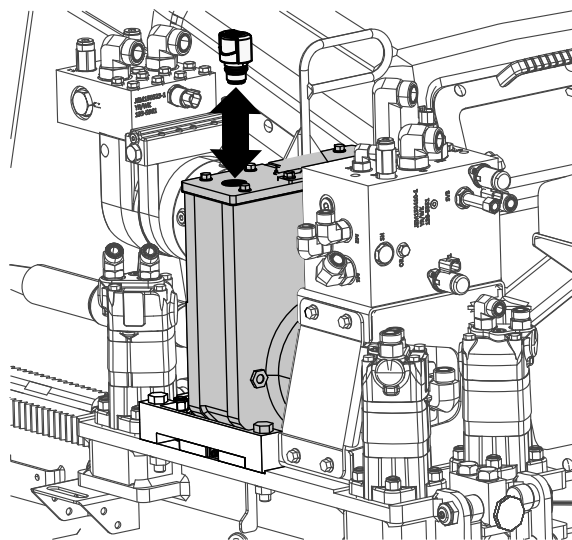

Рисунок 102
5. Снимите крышку сапуна (Рисунок 102).
7. Установите крышку сапуна (Рисунок 102).